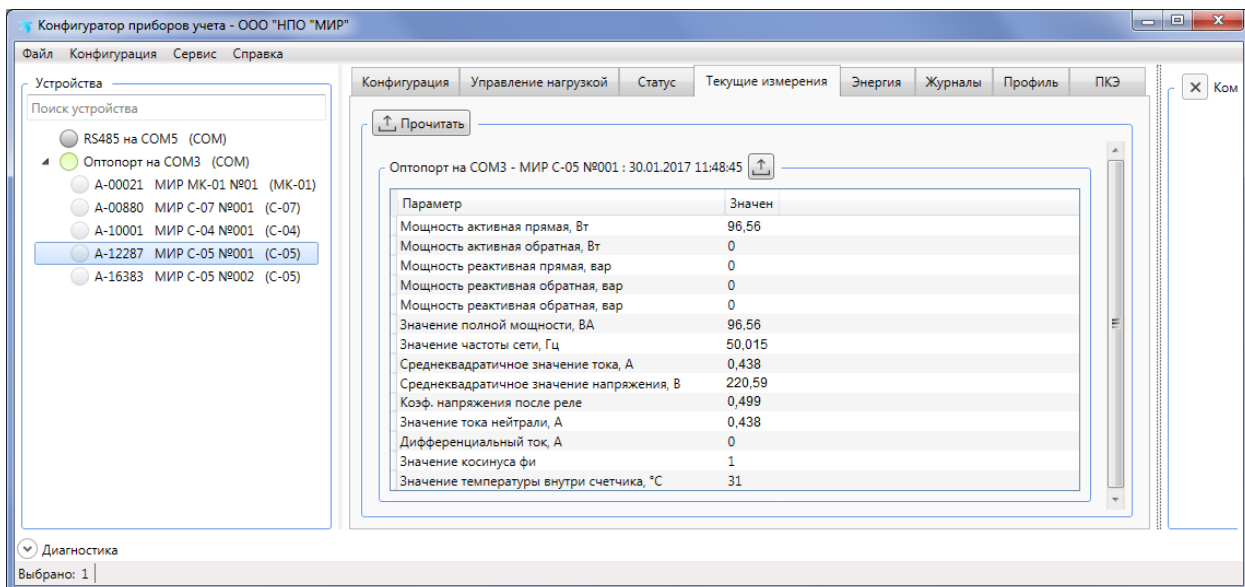

Рисунок 9.35 – Просмотр данных текущих измерений
9.8.2.1 Для просмотра данных текущих измерений необходимо перейти на вкладку *Измерения текущие* ленты параметров, нажать кнопку *Прочитать* (рисунок 9.35) и просмотреть следующие измеренные и/или вычисленные текущие данные: